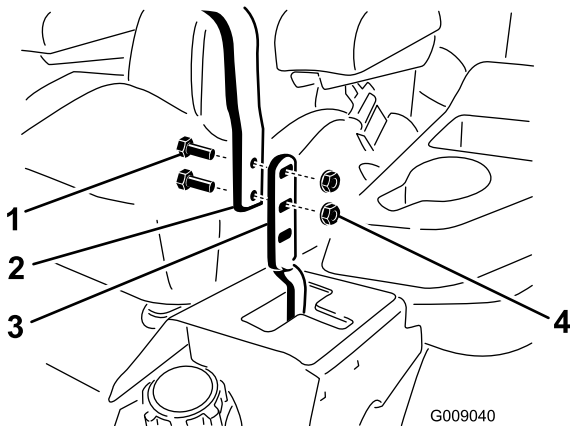

Figura 77
3. Allentate i bulloni e i dadi delle flange montati sulle leve (Figura 77).